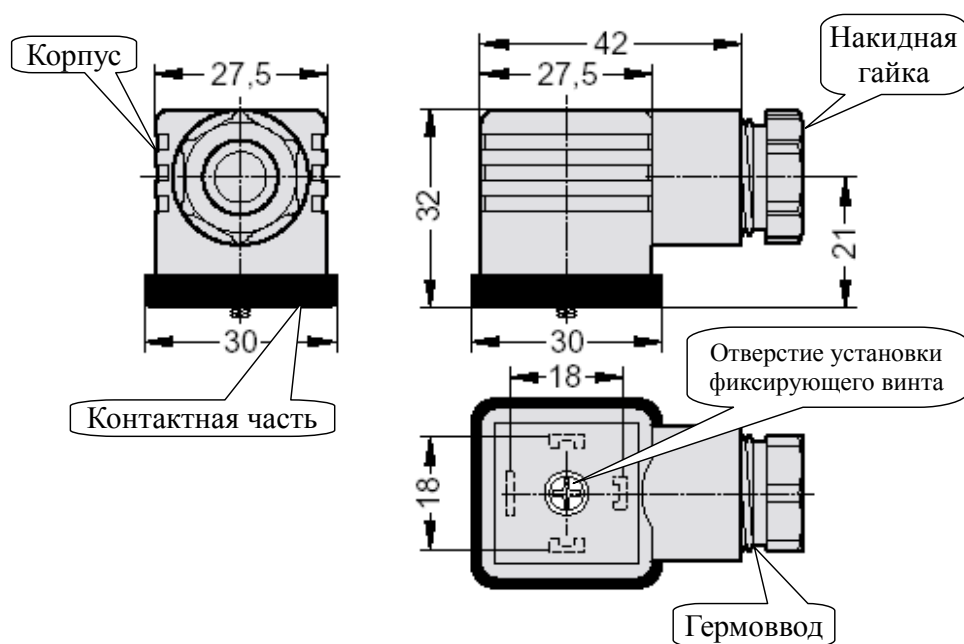
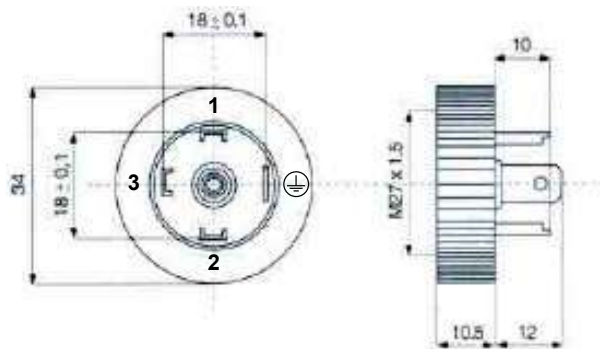

Рисунок 2 - Герморазъём DIN 43650, форма А
Рисунок 3 - База для герморазъёма DIN 43650, форма А круглая (соединитель электрический ISO 4400) с тремя контактами плюс заземляющий контакт
– Отвернуть и вынуть фиксирующий винт на герморазъёме (Рисунок 2). Снять герморазъём с базы (Рисунок 3) и выдвинуть его контактную часть, толкая хвостовик в отверстие установки фиксирующего винта.